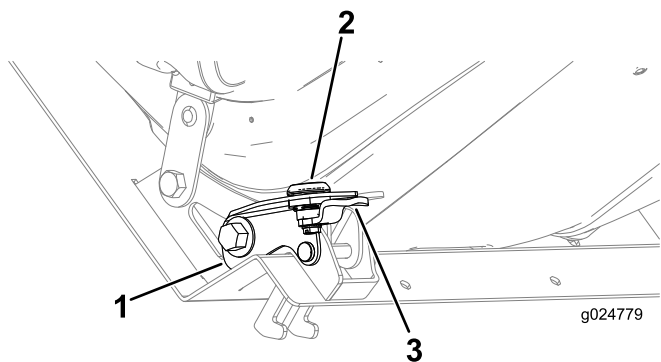

図 61
1. ロック取り付けブラケットのグリップとラッチが上向きになっていることを確認する図 61。